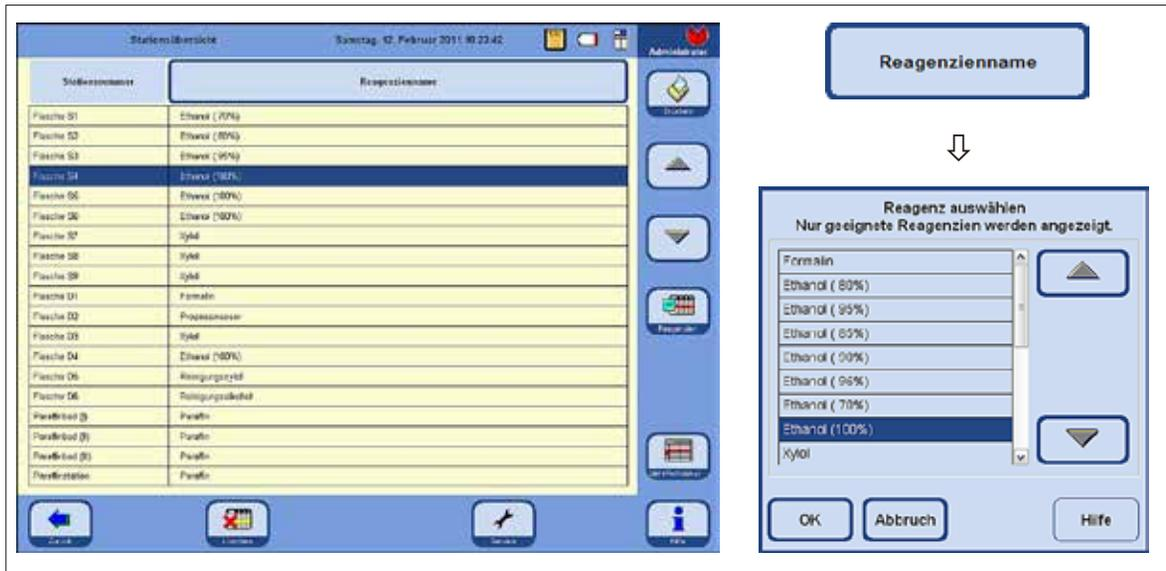

Abb. 147
Das Fenster **STATIONENÜBERSICHT** (Abb. 147) zeigt eine Liste aller Stationen mit den zugeordneten Reagenzien an, die für diese Station definiert sind.
- Die Station, die mit einem Reagenz gefüllt werden soll, in der Tabelle (Abb. 147) markieren.